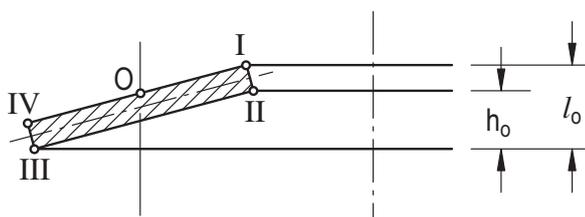

Figura 2
Um carregamento estático é definido pela aplicação de uma carga constante ou que muda em intervalos longos, não excedendo 10.000 ciclos na vida da montagem. Em aplicações estáticas, a tensão máxima calculada no meio da vida e na superfície superior da Mola Prato é crítica (conforme ilustrado no Ponto O na Figura 2). Neste ponto, a tensão máxima calculada não deve exceder a resistência à tração máxima do material (1400-1600 N/mm²) quando a Mola Prato estiver na posição plana. Molas Prato padronizadas podem ser usadas em cargas estáticas sem desempenhar seu cálculo teórico se a deflexão é mantida abaixo de 75% do total.
A tensão residual de manufatura ocorre na borda do diâmetro superior interno da Mola, mostrada como Ponto I na Figura 2.
1. Em Molas Pratos sem carga, a tensão residual de tração da fabricação ocorre no Ponto I mostrado na Figura 2. O pré-carregamento da Mola muda a tensão de tração no Ponto I a uma tensão de compressão. Ao manter a parte superior da Mola sob uma tensão de compressão reduzimos o risco de propagação de trincas. A variação de tensão de tração para compressão limita de forma severa a resistência à fadiga da Mola Prato. A Mola Prato deve estar pré-carregada a um mínimo de 15% da deflexão total para eliminar tensões de tração.